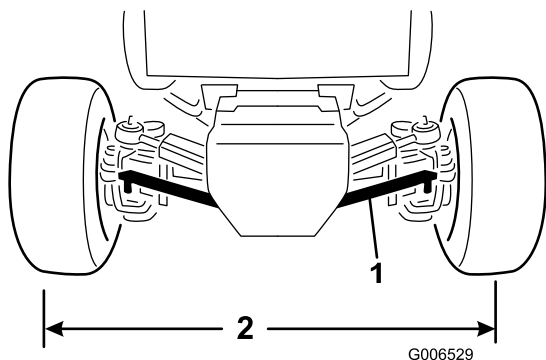

図 59
2. タイロッドのボール・ジョイントの1つをアクスルのブラケットに固定しているナットを外してボール・ジョイントをアクスルから外す(図 59)。
4. 右タイヤの中心線からと左タイヤの中心線までの距離が、タイヤの前後で等しくなるように、タイ・ロッドのボール・ジョイントを内側または外側に回して調整する(図 59)。